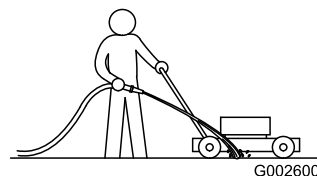

Figure 18
3. Mettez le moteur en marche et engagez la lame, puis dirigez un jet d'eau devant la roue arrière **droite** (Figure 18).